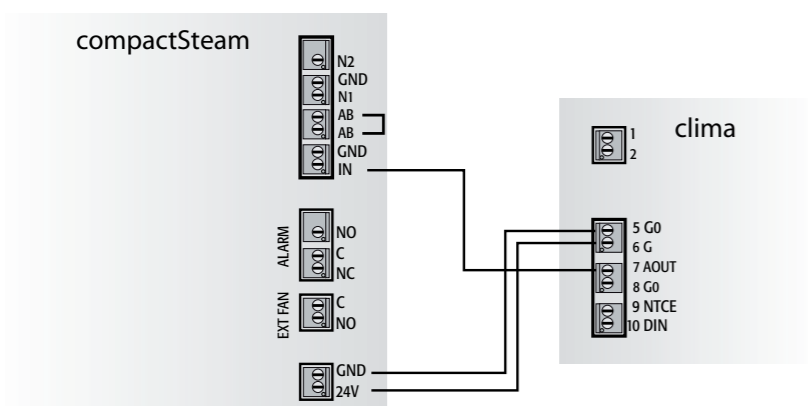

Fig. 1
- Con regulación proporcional (predeterminado): el algoritmo de control funciona como en el diagrama de la Fig. 2 en el que la demanda de humectación es máxima (10 V en la salida en el terminal 7 AOUT en la fig. 1) hasta alcanzar el umbral del intervalo "punto de consigna - diferencial". Tras alcanzar dicho umbral la señal de salida de Clima disminuye gradualmente en el intervalo del diferencial ajustado hasta llegar a 0 V al alcanzar el punto de consigna;
1. Conectar los dos dispositivos con el cablecillo suministrado siguiendo el esquema de la Fig. 1;
- *proportional regulation (default):* The control algorithm works as shown in Fig. 2 diagram where humidity request is at maximum (10 V on output on terminal 7 AOUT in fig. 1) until the "set point - differential" range threshold is reached. After this threshold is reached, the clima output signal gradually lowers within the set differential to 0 V when the set point is reached;
1. connect the two devices with the supplied wire as shown in Fig. 1 diagram;